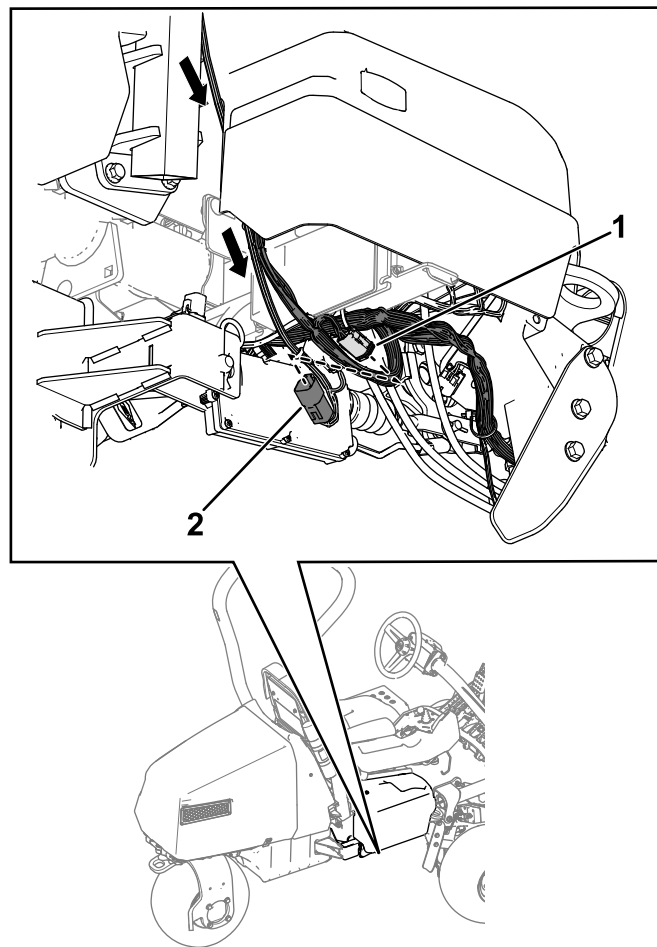

Figura 13
4. Enrute el arnés de cables hacia abajo por la barra antivuelco y conecte el conector del arnés de cables marcado P01 al conector del arnés de cables de la máquina marcado P71 (Figura 13).